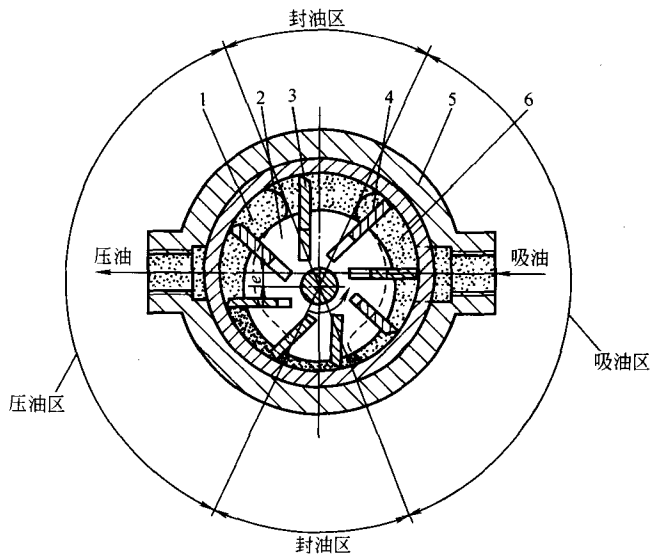

图 1-1-4 单作用式叶片泵工作原理图
1) 单作用式叶片泵。单作用式叶片泵压力较低，常用于低压和需改变流量的液压系统中；双作用式叶片泵压力较高，输出流量不能改变。单作用式叶片泵工作原理如图 1-1-4 所示，主要由泵体 5、转子 2、定子 3、叶片 4、配油盘（端盖）等组成。这种叶片泵，由于转子每回转 1 周，每个密封容积完成一次吸油和压油，所以称为单作用式叶片泵；另一方面转子单向承受压油腔油压的作用，径向压力不平衡，转子轴与轴承受较大的径向力，工作压力不宜过高。这种泵的最大特点是输出流量可以调节，只要改变转子中心与定子中心的偏心距 e 和偏心方向，就能改变输出流量的大小和输油方向。如增大偏心距，密封容积的变化量增大，输出流量随之变大。